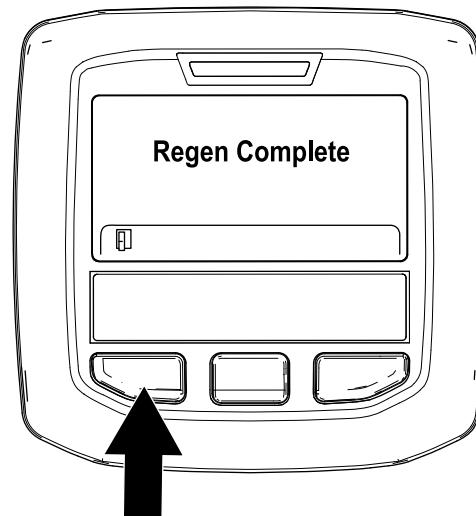

Bild 46
9. Die geparkte Regenerierung ist abgeschlossen, wenn die Meldung „Regen. Complete“ im InfoCenter angezeigt wird. Drücken Sie die linke Taste, um den Homebildschirm anzuzeigen (Bild 46).